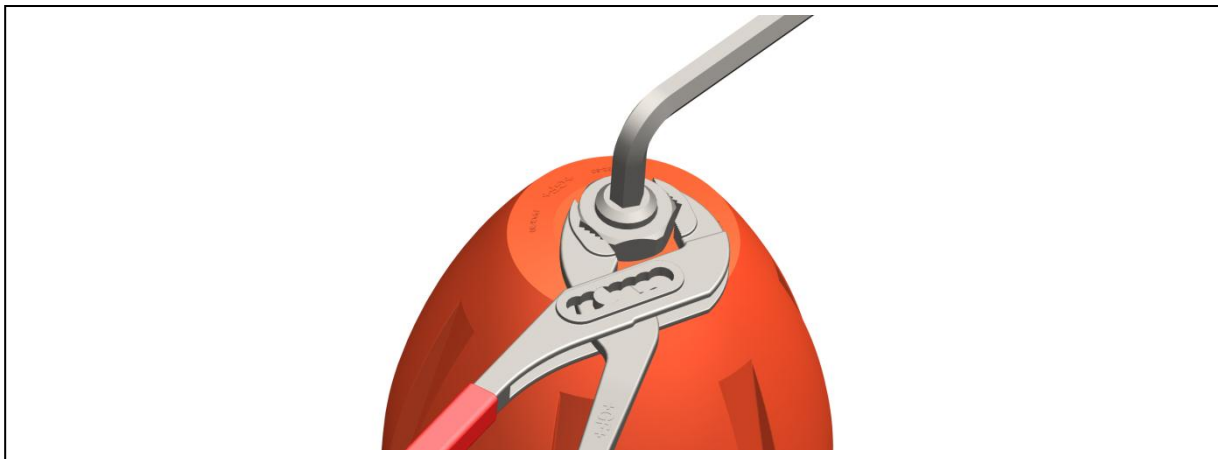

Fig. 6
- ▶ Fijar el husillo con una llave Allen y al mismo tiempo apretar las tuercas de bloqueo con la herramienta correspondiente, ver la fig. 6